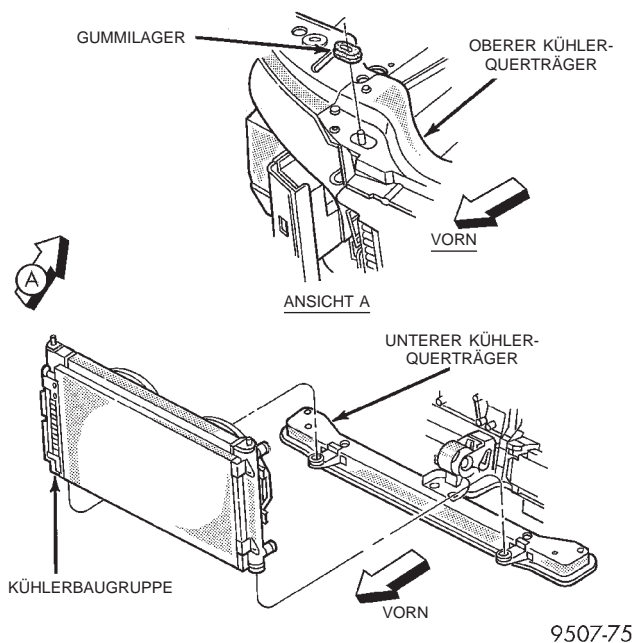

Abb. 31 Befestigung der Kühlerbaugruppe
(2) Das Kühlmittel ablassen. Näheres hierzu siehe den entsprechenden Abschnitt in diesem Kapitel.
(3) Den oberen Kühler-Querträger ausbauen (Abb. 31). Näheres hierzu siehe Kapitel 23, "Karosserie".